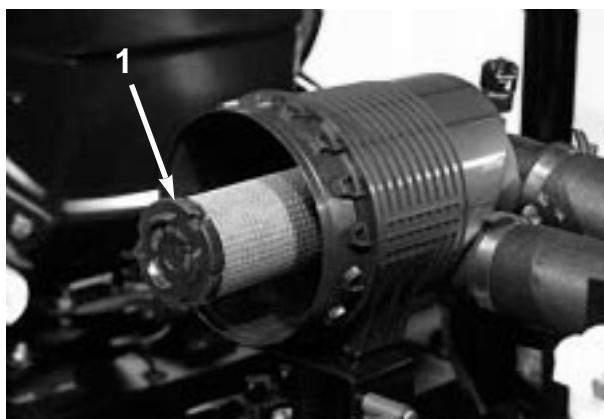

図46
2. 一次フィルタ(図45)を静かに引き出す。ごみが落ちるので、フィルタをボディーに打ちつけないよう注意すること。また、安全フィルタ(図46)は取り出さないこと。